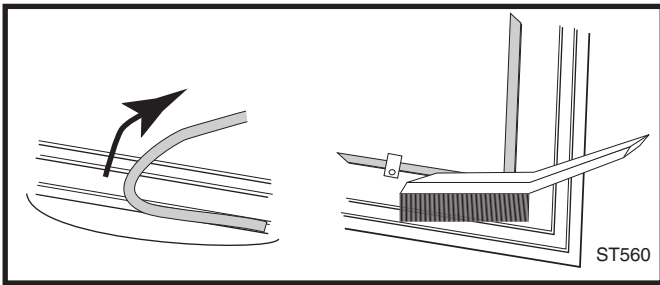

Fig. 37 Retirez le joint, puis nettoyez la gorge avec une brosse métallique.
- Retirez le joint existant en saisissant une extrémité et en tirant fermement. (Fig. 37)